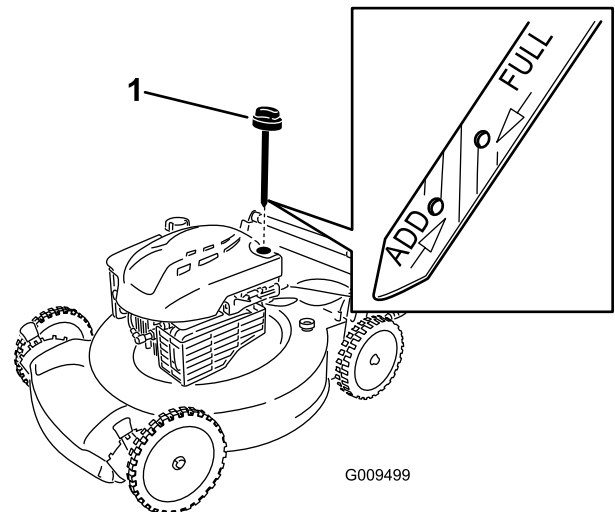

Figura 5
1. Retire la varilla (Figura 5).
2. Vierta **lentamente** aceite en el tubo de llenado hasta que el nivel llegue a la marca "**Full**" (lleno) de la varilla (Figura 5). **No llene demasiado.** (Capacidad